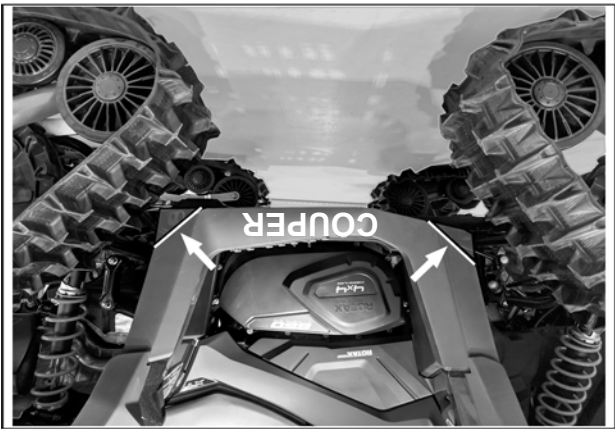

Fig. 25
1. Pour éviter tout contact possible entre les systèmes de traction et les marche-pieds du véhicule, les coins extérieurs des marche-pieds doivent être modifiés (découpe). Cette modification permettra d'éviter tout dommage à l'esthétique du véhicule ou aux systèmes de traction. Voir la Fig. 25